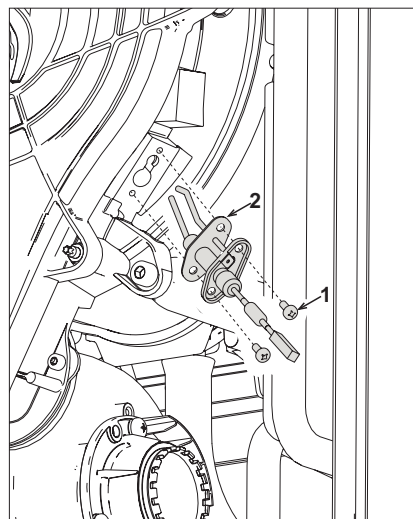

fig. 192 -
- Per effettuare la pulizia dello scambiatore si ritiene utile togliere l'elettrodo (vedi fig. 192)